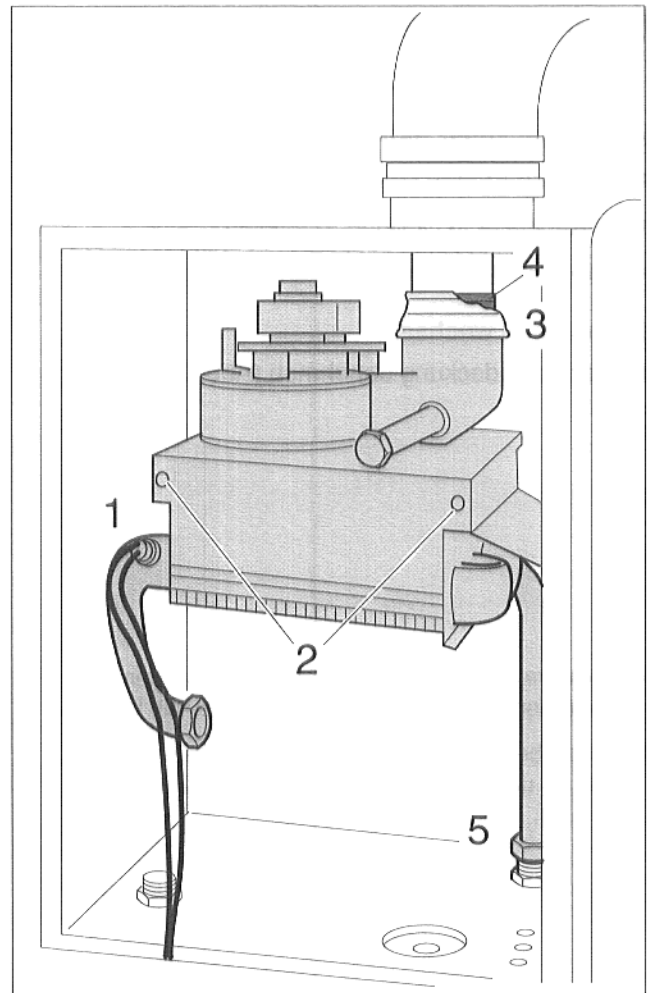

Abb. 30 Wärmetauscher herausnehmen
- Kabel des Sicherheitstempurbegrenzers lösen (Abb. 30, Pos. 1).
- Schrauben am Abgassammler lösen (Abb. 30, Pos. 2)
- Gummimanschette am Abgasanschluß des Gebläses nach oben schieben (Abb. 30, Pos. 3).
- Verbindungsring nach oben schieben (Abb. 30, Pos. 4).
- Rücklaufverschraubung des Wärmetauschers lösen (Abb. 30, Pos. 5).